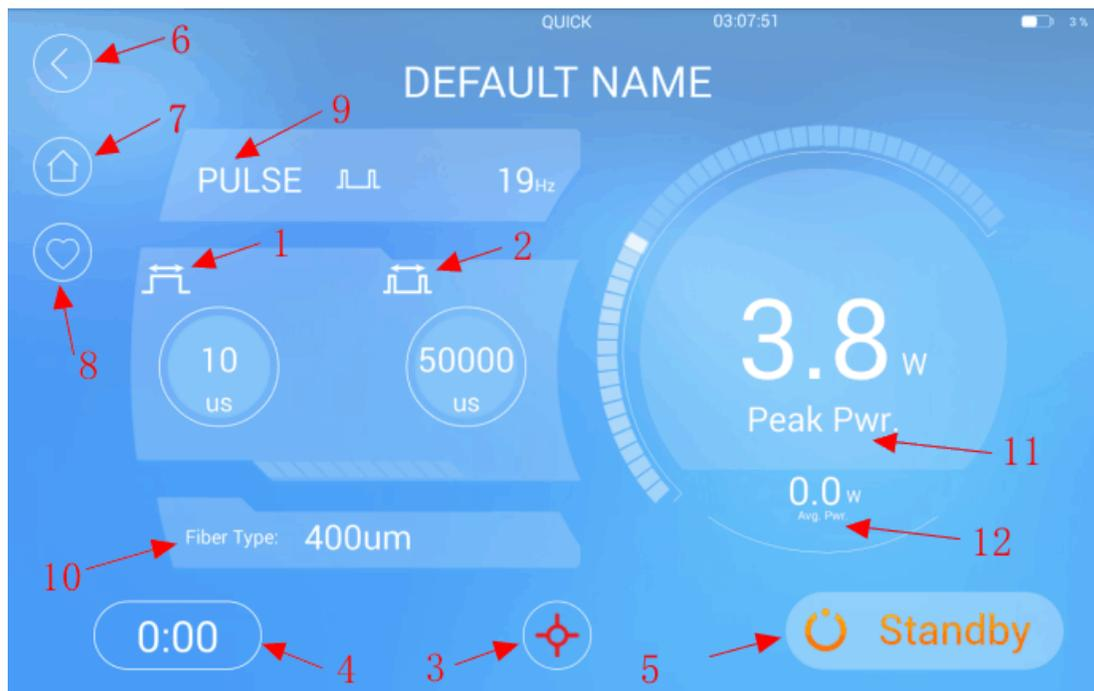
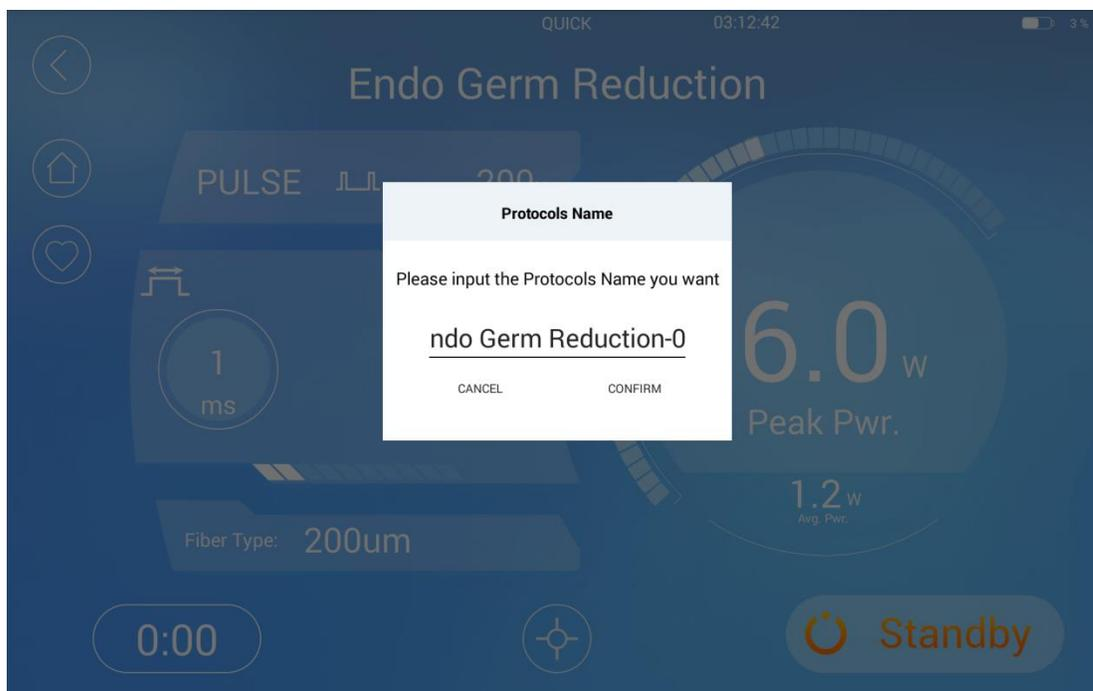

Figura 19 – Interfaz personalizada
Figura 25 – Interfaz de nombrar el protocolo
45. En la interfaz de tratamiento (ejemplo: Figura 19), los usuarios pueden cambiar los parámetros según las necesidades reales, como el tiempo de tratamiento, la potencia del láser y el modo de emisión. Los usuarios pueden guardar el protocolo modificado haciendo clic en "♥", insertar el nombre y confirmar para guardarlo, para el uso rápido la próxima vez (Figura 25).